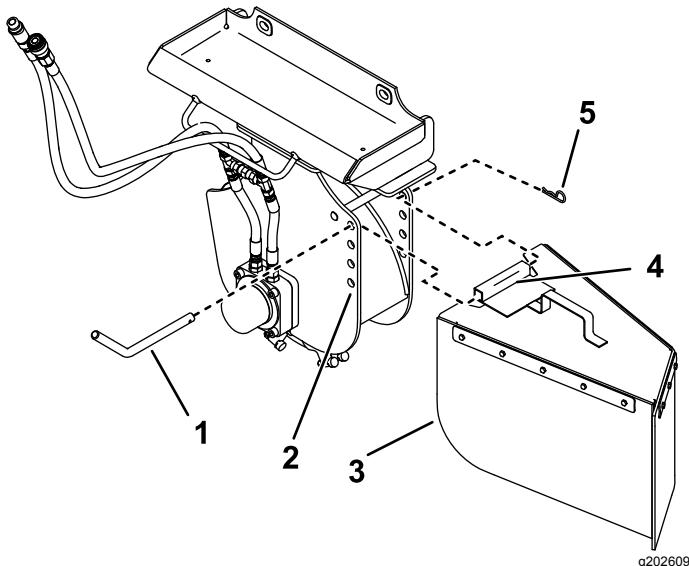

Figura 10
La destoconadora tiene 4 juegos de taladros de montaje para posicionar la coraza (Figura 10). Suba la coraza (taladros superiores) para desbastar cerca del suelo, y bájela (taladros inferiores) para desbastar tocones altos. Instale de la coraza de la siguiente manera:
1. Coloque el tubo de montaje de la coraza entre 2 taladros del desbastador (Figura 10).
2. Deslice el pasador de la coraza por los taladros del desbastador y por el tubo de montaje (Figura 10).
3. Sujete el pasador con un pasador de horquilla (Figura 10).